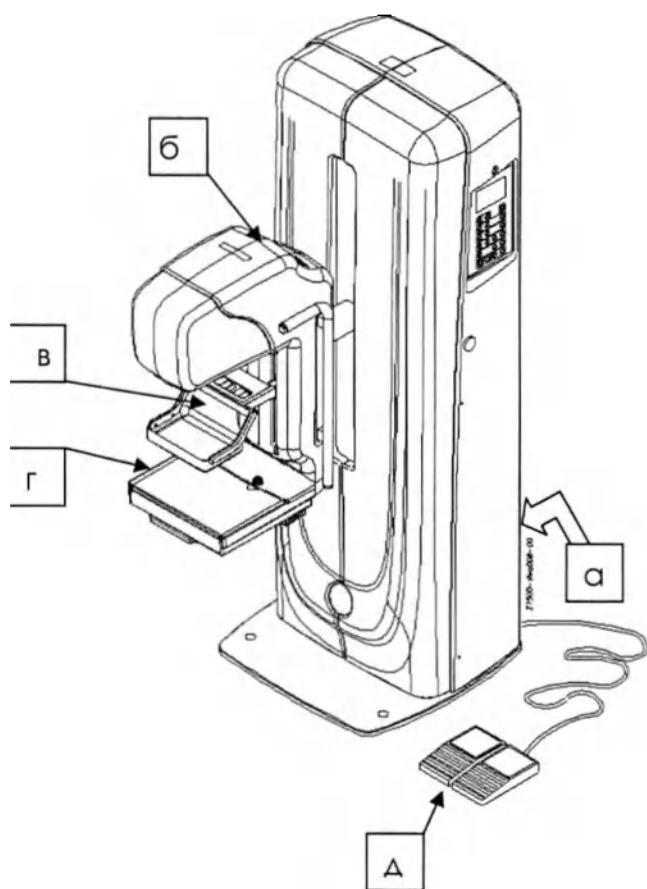

Рисунок 4.2 - Схема расположения
1.4.6 Узлы и комплектующие маммографа, могут маркироваться на внешней, боковой, тыльной стороне изделия, в местах доступных для их легкой идентификации (Рисунок 4.1 в, Рисунок 4.2 в, Рисунок 4.3 ж).
1.4.7 Маркировка стойки-штатива располагается на задней нижней стороне аппарата (Рисунок 4.1 а, Рисунок 4.2 а). Маркировка ширмы ренгенозащитной располагается на ее передней нижней части (Рисунок 4.3 е, Рисунок 4.4 е).
1.4.8 Маркировка блоков, не доступных после полной сборки, произведена на внешних кожухах закрывающих данные блоки. (Рисунок 4.1 б, г, Рисунок 4.2 б, г)